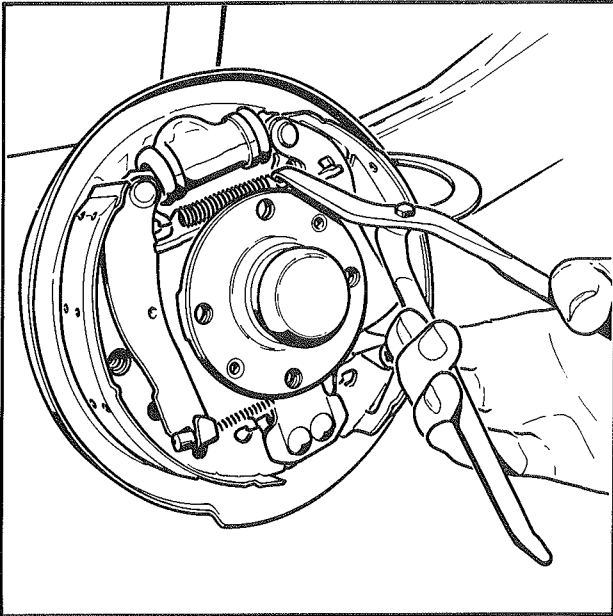

Fig. 1
- Pour éviter de détériorer la garniture, interposer par exemple un morceau de toile émeri entre la garniture et la branche de l'outil (fig. 1).